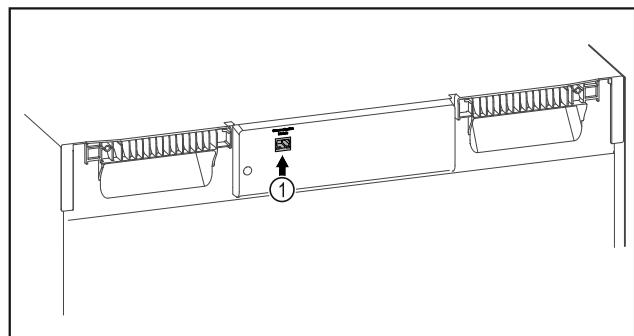

Fig. 107
SmartModule Fig. 107 (1) se rabi.